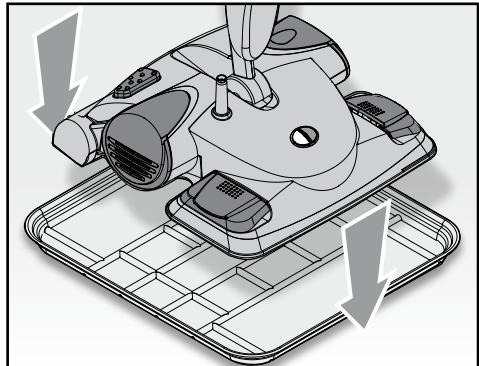
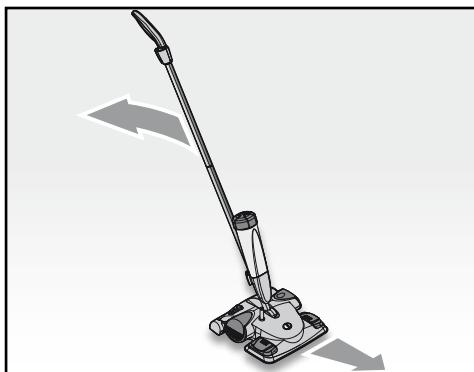

Fig. 6
Fig. 7
AVVERTENZA: PER PRESERVARE IL PAVIMENTO OD IL PARQUET IN CASO DI FUORIUSCITA DI VAPORE NELLA FASE STATICÀ DI PRE-RISCALDAMENTO, SI CONSIGLIA DI PORRE IL PATTINO SCOPA ALL'INTERNO DELL'APPOSITA BASE (A) FORNITA IN DOTAZIONE (FIG. 6).
- Quando si accenderà la relativa spia di pronto vapore (R) l'apparecchio sarà pronto per essere utilizzato con il vapore.
- Inclinare il manico (I), allineare l'impugnatura (H) al senso di utilizzo (Fig. 7) e procedere con l'uso.